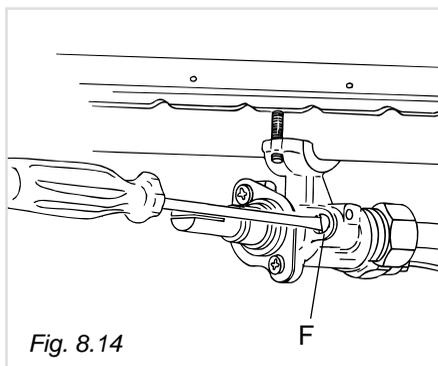

Fig. 8.14
- Togliere la manopola ed agire sulla vite **F** (fig. 8.14) fino ad ottenere la fiamma desiderata.